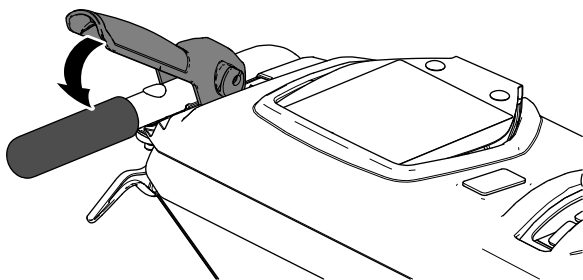

Figure 14
2. Serrez lentement le levier de commande de déplacement contre la poignée gauche (Figure 14).